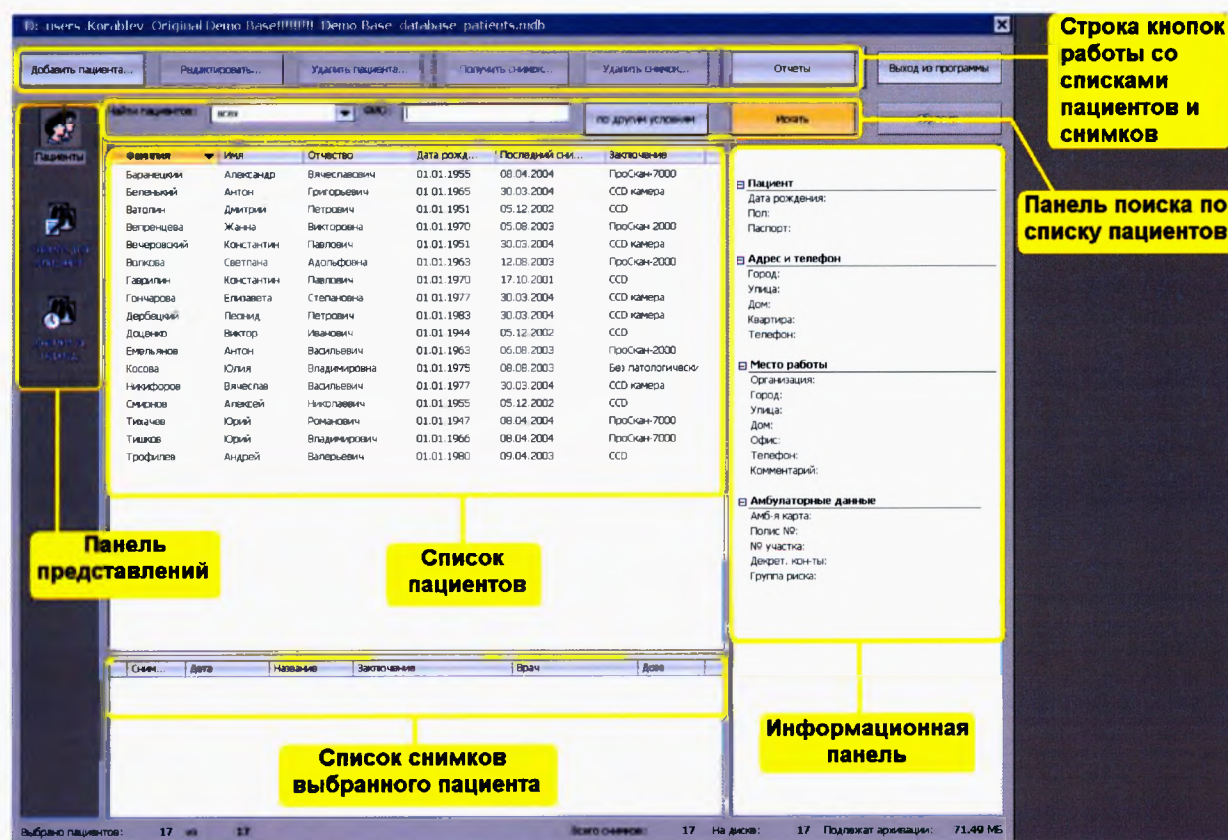

Рисунок 4 - Диалог работы с базой данных пациентов
6.5 После запуска программы на мониторе АРМ1 откроется диалог работы с базой данных пациентов (см.рис. 4), где можно найти или добавить нового пациента.
Чтобы добавить в базу данных запись о новом пациенте, нажать на кнопку «Добавить пациента», расположенную в верхней части окна (см. рис. 4).
Чтобы вернуться к полному списку пациентов, надо нажать кнопку «Сбросить» или «Искать», расположенную в правом верхнем углу окна работы с базой данных (рис. 4).
При этом появится окно работы с базой данных (рис. 4).
6.8 Чтобы завершить работу с программой, нужно нажать на кнопку **«Выход из программы»** в окне работы с базой данных (рис.4) или в меню главного окна **«Файл»** выбрать команду **«Выход»**.